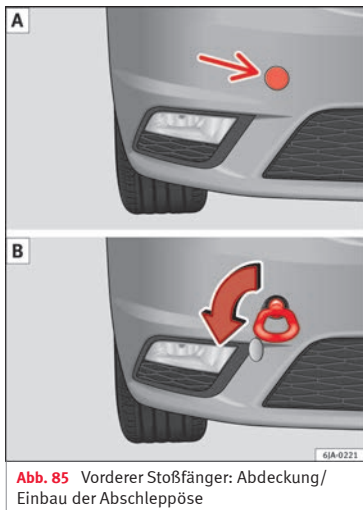

Abb. 85 Vorderer Stoßfänger: Abdeckung/
- Drücken Sie auf den linken Teil der Abdeckung im Bereich des Pfeils »» Abb. 85 [A].
- Schrauben Sie die Abschleppöse mit der Hand nach links bis zum Anschlag ein »» Abb. 85 [B].